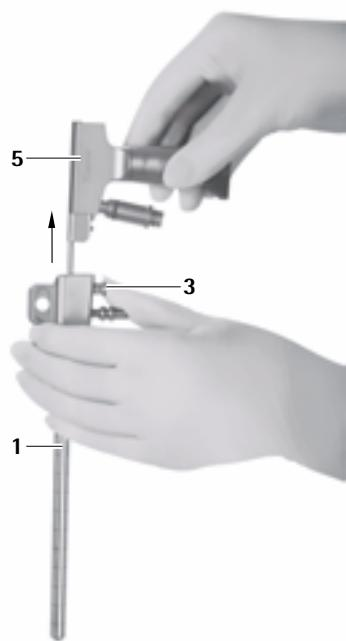

Fig. 8
- Pulsar el botón de desenclavamiento **3** y extraer el endoscopio **5** del trócar MINOP inVent **1**, ver Fig. 8.